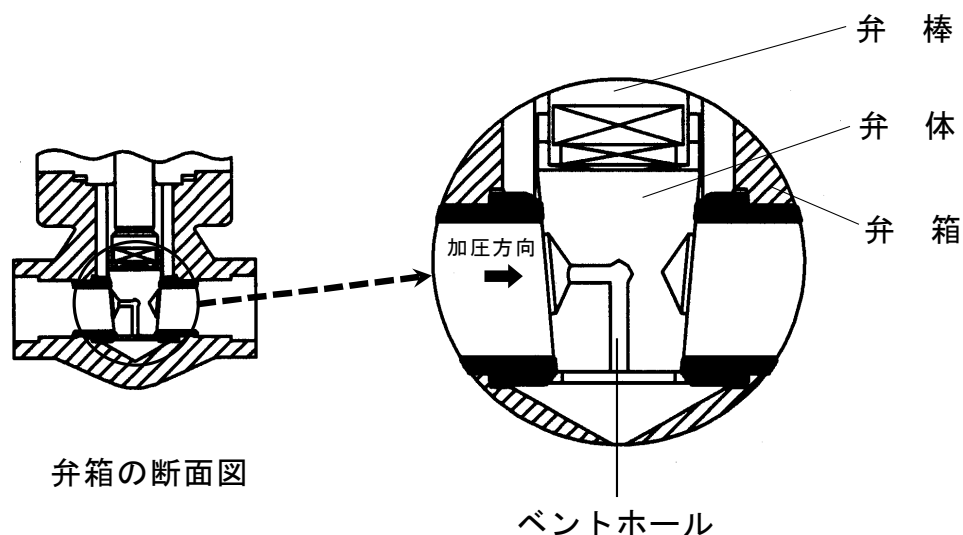

図 1.1 ベントホール（ディスクホール）
- 仕切弁では、バルブ閉止時に弁箱内部に低温流体が残っていると、この低温流体が外気より熱を吸収して、再蒸発を起こし、弁箱内部に異常な昇圧が加わる恐れがあります。この異常昇圧を防止するため、弁箱内圧を外部に抜いてやらなければなりません。この異常昇圧を除くために、お客様のご要望により図 1.1に示すベントホール（Vent Hole）を弁体に直接あけて逃がす構造も製作しております。